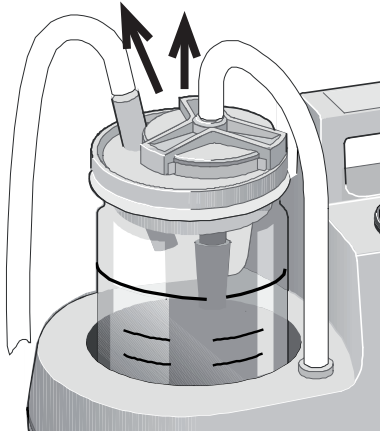

Bild 6.
- Entfernen Sie die Anschlussschläuche (Saugschlauch und Geräteanschluss Schlauch (Bild 6).